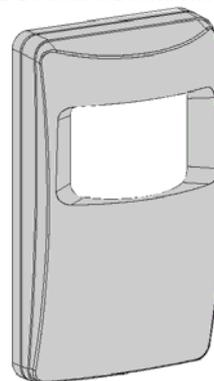

Рисунок 1. Внешний Вид
- Выверните винт крепления вниз (см. Рисунок 1) и снимите крышку.